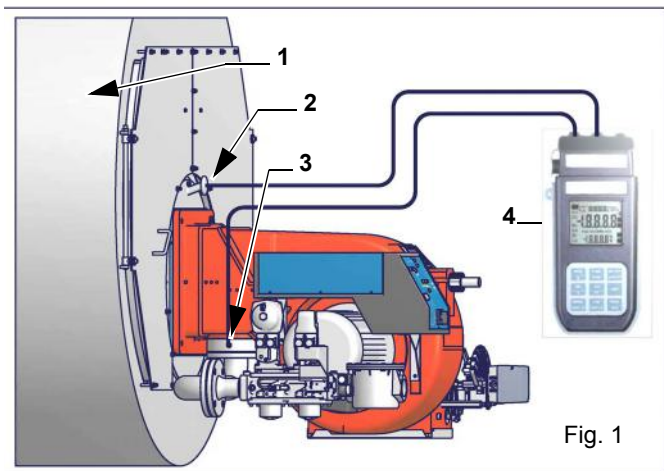

Fig. 1
- 1 Открутите винт, как показано на рис. 1